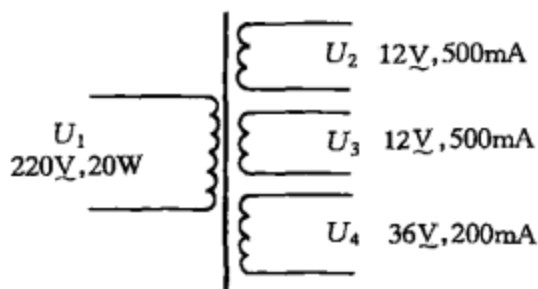

图 2-28
(2) 次级电压是指电源变压器次级绕组的额定输出电压。有多个次级绕组的电源变压器可以有多种次级电压，如图 2-28 所示。应根据需要选用具有符合要求的次级电压的变压器。
(3) 次级电流是指次级绕组所能提供的最大电流，选用时次级电流必须大于电路实际电流值。图 2-28 示出了某电源变压器的次级电压和电流值。次级电压和电流一般均直接标注在变压器次级输出端。
(4) 常用电源变压器的初级电压一般为交流 220V，也有交流 380V 的。电源变压器的参数